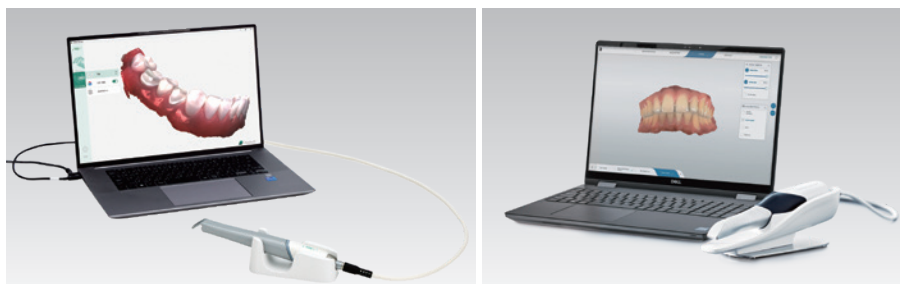

図1 ジーシーが取り扱う2機種のIOS。低価格で取り回しやすいコンパクトさを特長とするAadvia IOS 200 (左写真)と、高精度のスキャンをスピーディに行えるプライムスキャン コネクト (右写真)。
**片岡** 先日、デンツプライシロナ社のプライムスキャン コネクトを弊社が取り扱うことが正式に決定いたしました(図1)。今後はAadvia IOS 200とあわせて2機種のIOSをご紹介して、1台でも多く歯科界にIOSを普及させていきたいと考えております。
**小池** 低価格でIOSの事始めに適したAadvia IOS 200、高精度の3Dデータを手軽に得られることでより幅広く使えるプライムスキャン コネクトという2製品がラインナップされたわけですね(図1)。